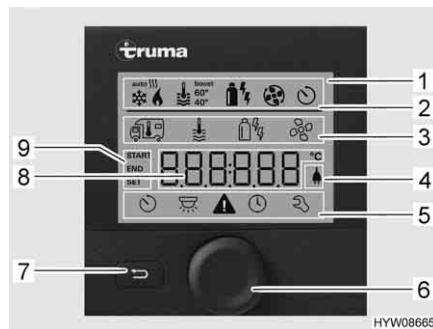
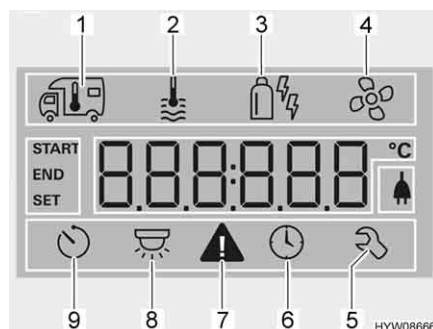

Fig. 131 Centralina di controllo con indicazioni
Fig. 132 Display
- Riga di stato (Fig. 131,2)
- Riga di menu in alto (Fig. 131,3)
- Area di indicazione (Fig. 131,8)
- Riga di menu in basso (Fig. 131,5)
- Premere la manopola/il pulsante (Fig. 131,6) per circa 3 secondi. Vengono visualizzate entrambe le righe di menu (Fig. 131,3 e Fig. 131,5). Il primo simbolo lampeggia.
- Ruotare la manopola/il pulsante (Fig. 131,6), finché viene visualizzato il simbolo del menu desiderato.
- Premere la manopola/il pulsante per memorizzare il valore impostato. Se il valore impostato originariamente non deve essere modificato: Premere il tasto indietro (Fig. 131,7).
- Ruotare la manopola/il pulsante (Fig. 131,6), finché il simbolo del menu del riscaldamento (Fig. 132,1) lampeggia.
- Premere la manopola/il pulsante per memorizzare il valore impostato. Il simbolo nella riga di stato lampeggia (Fig. 131,2), finché viene raggiunta la temperatura impostata. Se il valore impostato originariamente non deve essere modificato: Premere il tasto indietro (Fig. 131,7).
- Ruotare la manopola/il pulsante (Fig. 131,6), finché il simbolo del menu relativo alla modalità di funzionamento (Fig. 132,3) lampeggia.
- Premere la manopola/il pulsante per memorizzare la modalità di funzionamento impostata. Se il valore impostato originariamente non deve essere modificato: Premere il tasto indietro (Fig. 131,7).
- Ruotare la manopola/il pulsante (Fig. 131,6), finché il simbolo del menu delle ventole (Fig. 132,4) lampeggia.
- Ruotare la manopola/il pulsante (Fig. 131,6), finché il simbolo del menu del timer (Fig. 132,6) lampeggia.
- Premere la manopola/il pulsante. Il timer è attivato. Il simbolo del timer (Fig. 132,6) lampeggia quando il timer è programmato e attivo.
In caso di avviso, il relativo simbolo lampeggia (Fig. 132,7). Il riscaldamento rimane in funzione. Se si tratta solo di un guasto temporaneo, il simbolo di avvertimento si spegne autonomamente.